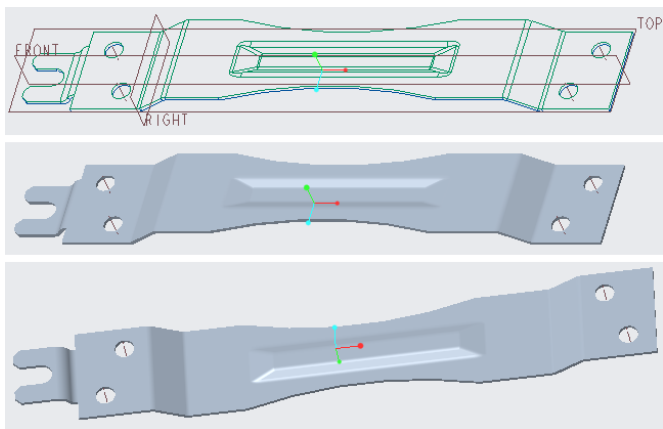

图 6-179 完成创建成型特征
(7) 单击“凹模”选项卡中的 (完成) 按钮, 在定位卡片钣金件中创建好该成型特征的效果如图 6-179 所示。